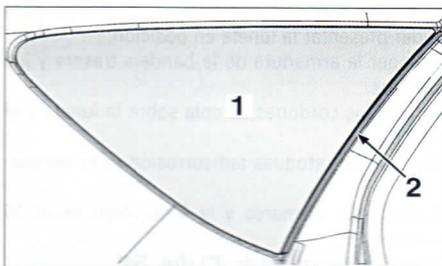

FIG. 79a
- con cinta adhesiva, mantener la junta (2) sobre la luna de custodia (1) levantada en toda su longitud (fig. 79a).